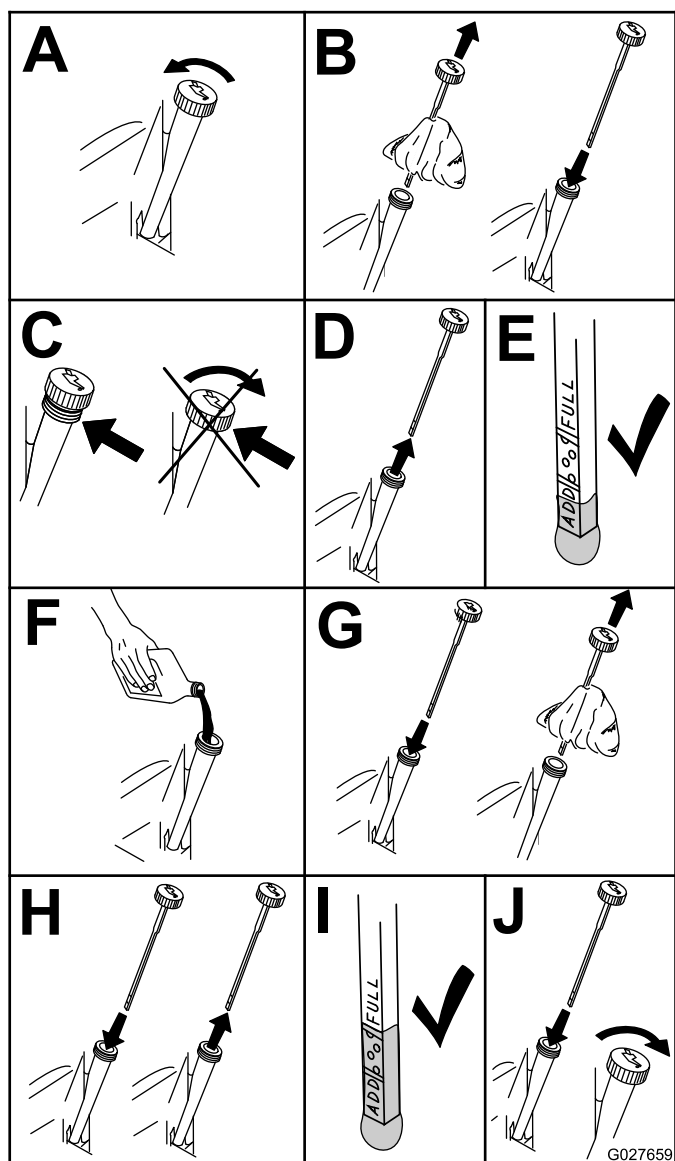

Figura 30
4. Compruebe el nivel de aceite del motor (Figura 30).